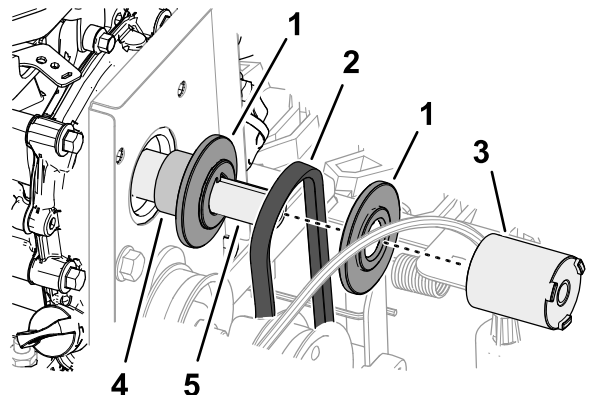

Bild 46
4. Entfernen Sie das Distanzstück der Riemenscheibe, die Hälfte der vorderen Riemenscheibe und den 87,6 cm Treibriemen von der Kurbelwelle des Motors (Bild 46).